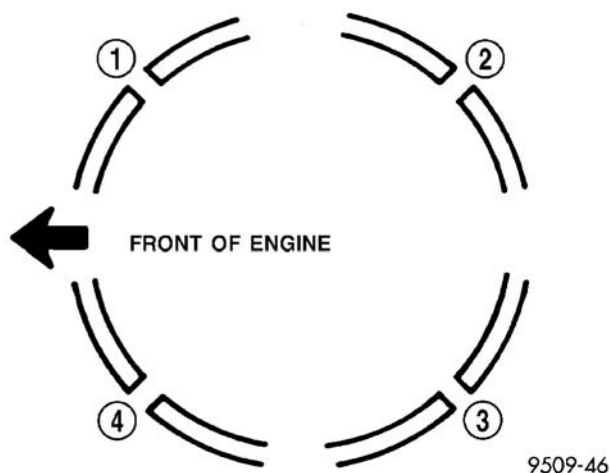

图 88 活塞环端隙位置
(5) 将活塞环开口加以定位, 如所示(图 88)。
(6) 油环开口与侧轨开口的位置至少要 45° , 但是不可置于活塞销中央或朝冲程的方向。交错的环开口对机油控制是非常重要的。